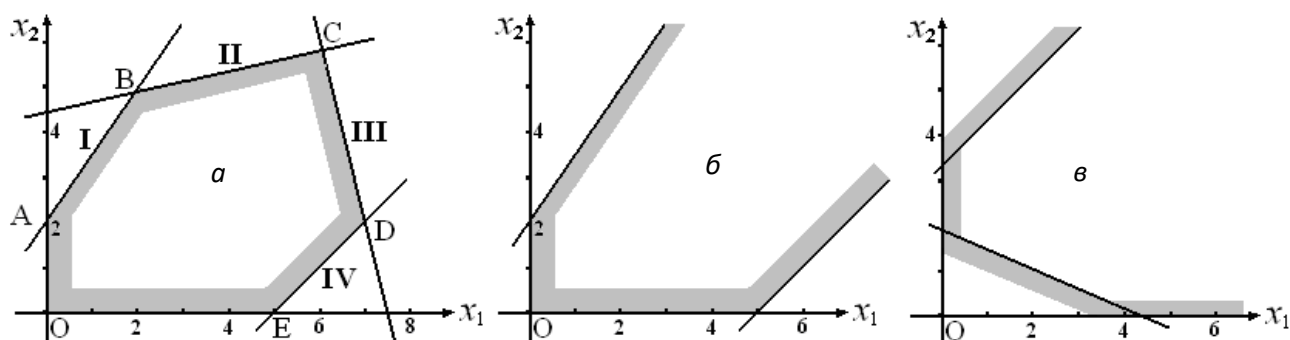

Рис. 1. а – ОДР ограниченное множество; б – ОДР неограниченное множество;
На плоскости x_1Ox_2 этому неравенству соответствует одна из полуплоскостей, на которые прямая $ax_1 + bx_2 \leq c$ разбивает всю координатную плоскость. Тогда всей совокупности ограничений (2), (3) соответствует общая часть всех полуплоскостей, полученных для каждого ограничения в отдельности. Эта общая часть называется ОДР – областью допустимых решений. ОДР – геометрический образ множества допустимых планов (рис. 1). Если ОДР – не пустое множество, тогда это плоский выпуклый многоугольник. Для того чтобы определить, какая из двух координатных полуплоскостей является областью решений, достаточно координаты какой-либо точки, не лежащей на прямой, подставить в неравенство. Если оно удовлетворяется, то областью решений является полуплоскость, содержащая данную точку, если же неравенство не удовлетворяется, то областью решений является полуплоскость, не содержащая данную точку. Часто в качестве такой точки берут точку $O(0,0)$.